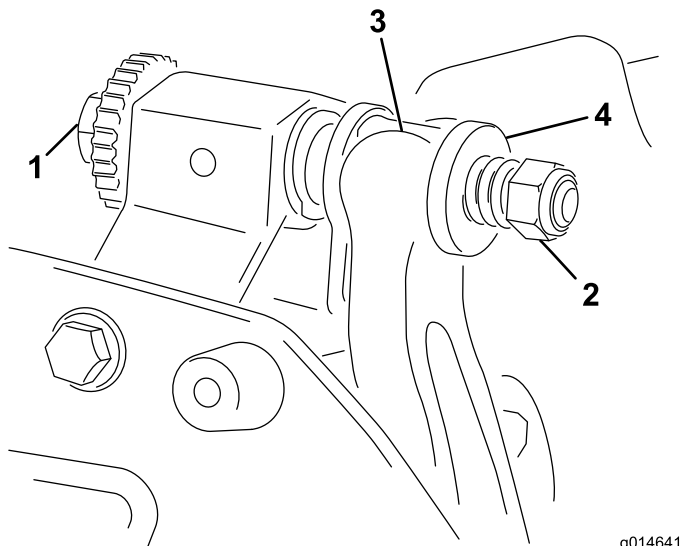

Рисунок 13
1. Поверните регулировочный болт планки неподвижного ножа против часовой стрелки, чтобы отвести неподвижный нож от барабана (Рисунок 13).
2. Отвинчивайте гайку натяжения пружины до тех пор, пока шайба больше не будет нажимать на планку неподвижного ножа (Рисунок 13).
1. Установите планку неподвижного ножа, расположив монтажные проушины между шайбами и регулировочным болтом планки неподвижного ножа (Рисунок 13).